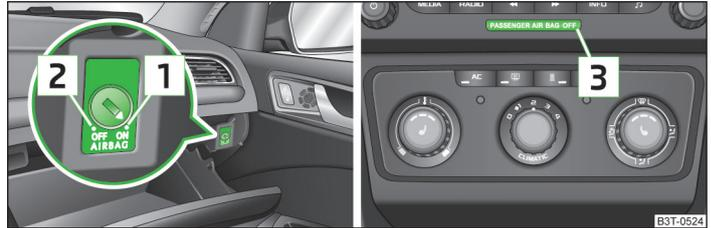

Abb. 159 Schlüsselschalter für Beifahrer-Frontairbag / Kontrollleuchte für Beifahrer-Frontairbagab-/einschaltung
- › Die Kontrollleuchte **OFF**   » Abb. 159 auf Seite 188 leuchtet nach dem Einschalten der Zündung auf.
- › Mit dem Schlüssel den Schlitz des Schlüsselschalters in die Position  » Abb. 159 **OFF** drehen.
- › Mit dem Schlüssel den Schlitz des Schlüsselschalters in die Position  » Abb. 159 **ON** drehen.